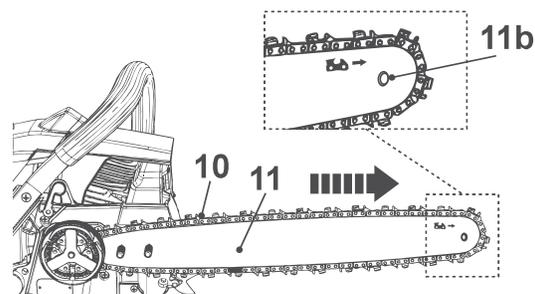

Fig. 5
- O movimento da corrente é o indicado pela seta (Fig. 5). Certifique-se de que a corrente (10) está corretamente colocada sobre a roda dentada (11b) da guia (11).
- Puxe cuidadosamente a guia (11) para a direita para apertar a corrente (10) (Fig. 5).